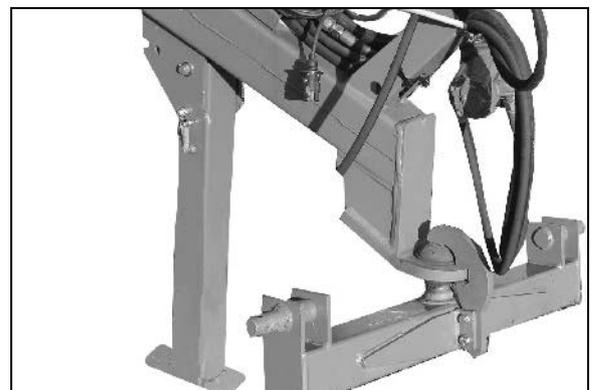

Fig. 25
- Stützfuß abgesenkt bei abgekuppelter Maschine (Fig. 25).